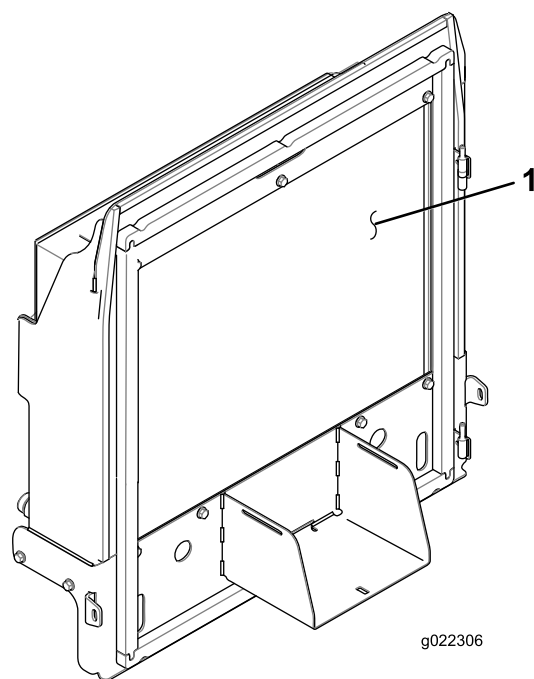

Figura 70
4. Pulite accuratamente entrambi i lati del radiatore e del refrigeratore dell'olio (Figura 70) utilizzando aria compressa.